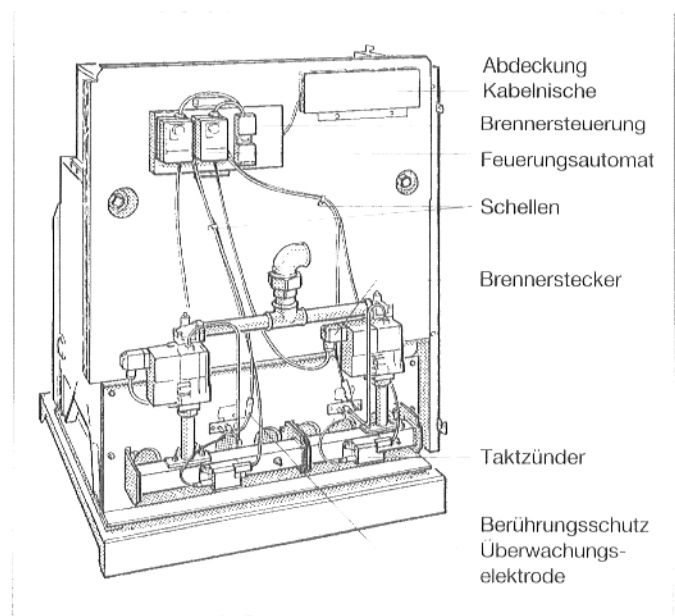

Abb. 24
- Brennersteuerung anschrauben, dabei Zahnscheiben unterlegen (Abb. 24).
- Jeweils Steckverbindung des Feuerungsautomaten in Taktzünder einstecken und Leitungen mit Schellen an der Zwischenwand befestigen (Abb. 24).
- Brennerstecker in Armatur einstecken und Schraube anziehen (Abb. 24).
- Jeweils Steckverbindung zur Überwachungselektrode herstellen und Berührungsschutz anbringen (Abb. 24).
- Abdeckung der Kabelnische mit zwei Schrauben an der Zwischenwand befestigen (Abb. 24).